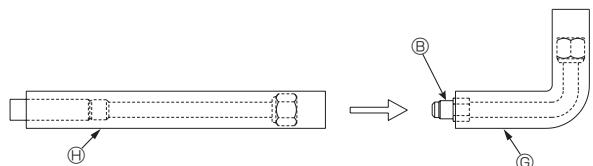

Fig. 3-14
#### 3.3.4. Cómo instalar las tuberías de conexión G y H (para el modelo WL12/15) (de la Fig. 3-14 a la Fig. 3-22)
- Conecte dos juegos de tuberías de conexión en forma de L G y tuberías de conexión en forma de I H. (Fig. 3-14)